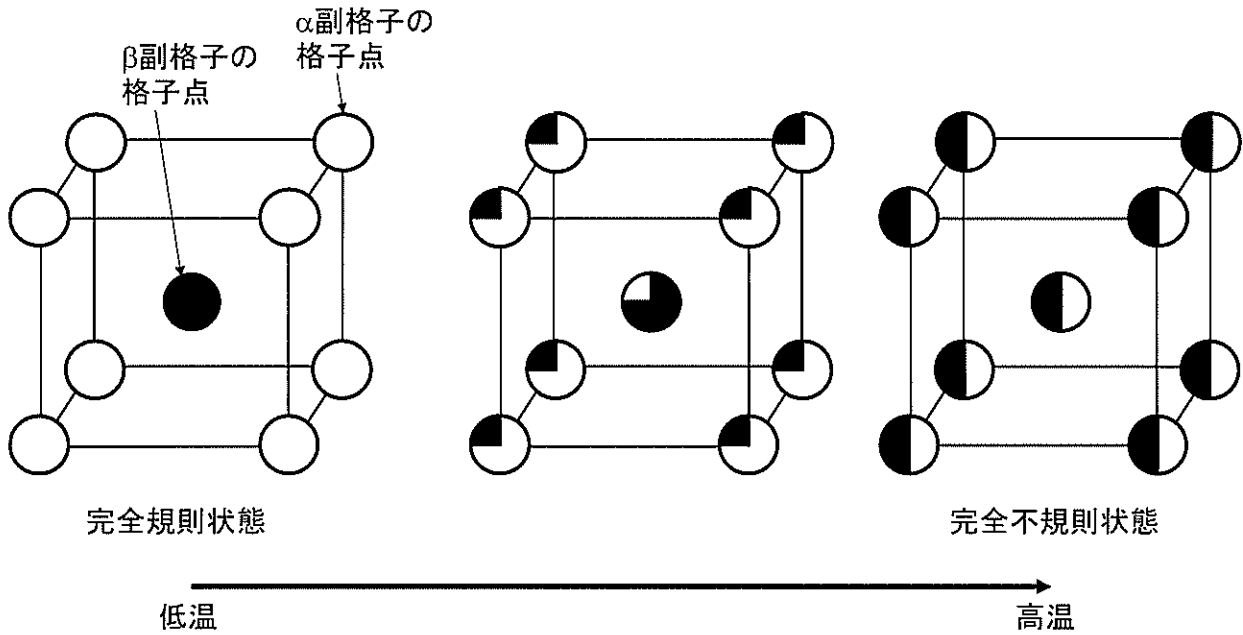

図 2
《文章 B》 図 2 に示すような組成 0.5 の B2 型合金の規則-不規則変態について考えよう。この合金の完全規則状態は、図 2 の左に示すように、体心立方構造の頂点の位置に A 原子、体心の位置に B 原子を配置した構造である。この規則-不規則変態では温度が上がるにつれ
これは、完全規則状態においては  $\eta = \boxed{\text{ケ}}$ 、完全不規則状態では  $\eta = \boxed{\text{コ}}$  となる変数であり、 $\eta$  を用いて中間状態を記述することができる。表1の原子数が、副格子の格子点数と格子点における原子の占有確率の積となっていることに留意すると、図2の合金における A-B 最近接原子対の数  $P_{AB}$  は、それぞれの副格子について  $\boxed{\text{ウ}}$  と同じように考えて、 $N_a$  および  $\eta$  を用いて  $P_{AB} = \boxed{\text{サ}}$  となる。(1) 式と同様に最近接原子対の結合エネルギーの和として内部エネルギーを考え、それぞれの副格子における配置のエントロピーの和を合金のエントロピーとすれば、ある温度  $T$  における組成 0.5 の合金 1 モルあたりのギブズエネルギーは以下の式で与えられる。